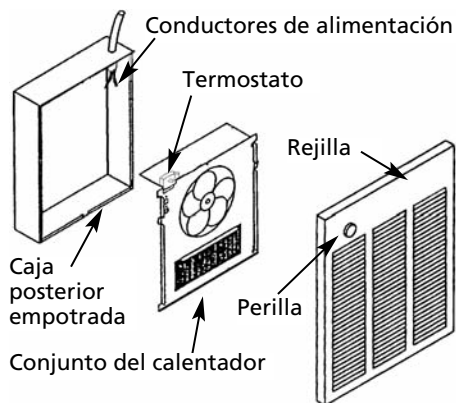

Figura 5 – Conjunto del Calentador y la Rejilla
Después de instalar completamente la caja posterior y cuando ya no espere tener más polvo ni tierra de construcción, limpie todos los escombros de la caja posterior, extraiga el conjunto del calentador de su caja de cartón, luego refiérase a la Figura 5 y proceda en la forma siguiente:
2. Extraiga la rejilla (Figura 5).